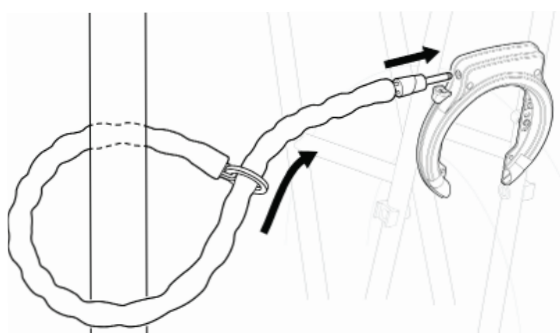
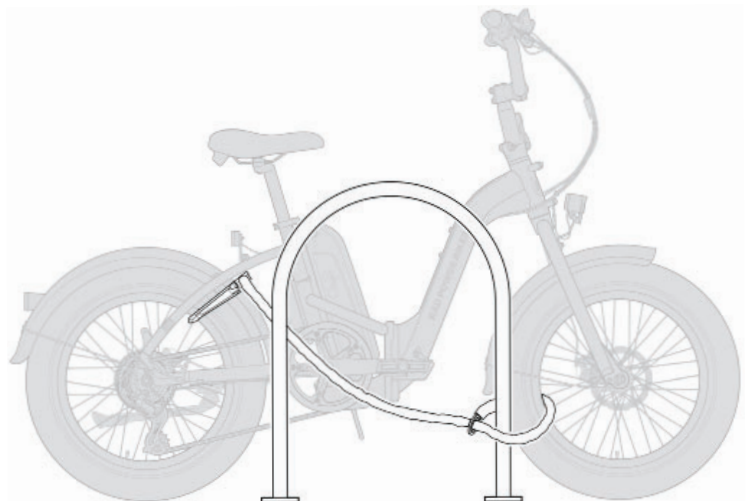

Figura 10: Cadena de seguridad corta
Figura 11: Cadena de seguridad larga
- a. Coloque la cadena de seguridad para el candado de llanta trasera (se venden por separado) alrededor de un portabicicletas fijo o un poste alto y seguro. Inserte el extremo del pasador de bloqueo de la cadena a través del anillo (Figura 10). Cuando utilice la cadena de seguridad larga, cubra la rueda delantera y sujete la cadena alrededor de un objeto seguro, como se ilustra (Figura 11).
- b. Inserte el pasador de seguridad de la cadena en el puerto del candado hasta que encaje en su lugar (Figura 10).